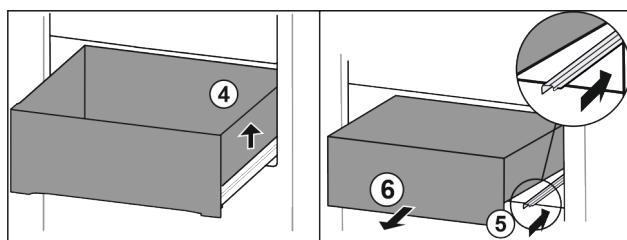

Fig. 75
- Nadzvedněte zásuvku vpravo. Fig. 75 (4)
- Zasuňte pravou kolejničku. Fig. 75 (5)
- Vyjměte zásuvku dopředu. Fig. 75 (6)